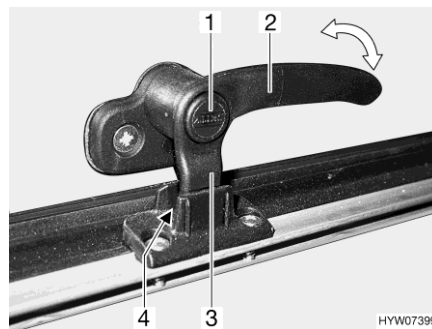
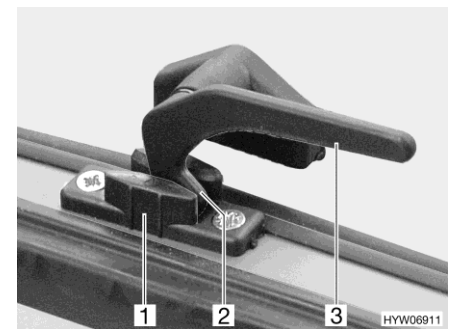

Fig. 93 Palanca de bloqueo con botón de seguridad en la posición de "ventilación continua"
Fig. 94 Palanca de bloqueo en la posición de "ventilación continua"
- En la posición "ventilación continua" (Fig. 93 y Fig. 94)
- Si existe, pulsar el botón de seguridad (Fig. 93,1) y mantenerlo pulsado.
- Girar la palanca de bloqueo (Fig. 93,2 ó Fig. 94,3) un cuarto de vuelta hacia la mitad de la ventana.
- Girar de nuevo hacia atrás la palanca de bloqueo. El saliente de bloqueo (Fig. 93,3 ó Fig. 94,2) de la palanca de bloqueo se ha de introducir para ello en el rebaje del bloqueo de la ventana (Fig. 93,4 ó Fig. 94,1).
- Si existe, soltar el botón de seguridad (Fig. 93,1).